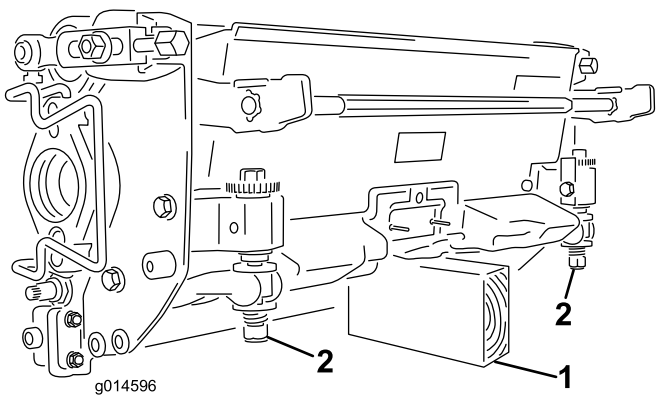

Figure 44
**Important:** Chaque fois que vous devez basculer l'unité de coupe, soutenez l'arrière pour empêcher les écrous situés sur les vis de réglage de la barre d'appui de reposer sur la surface de travail (Figure 44).